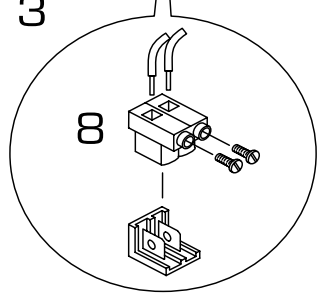

Fig. 12
2.10.1 Cuadro eléctrico (fig. 12)
2.10.2 Conexión del cronotermóstato (fig. 12)